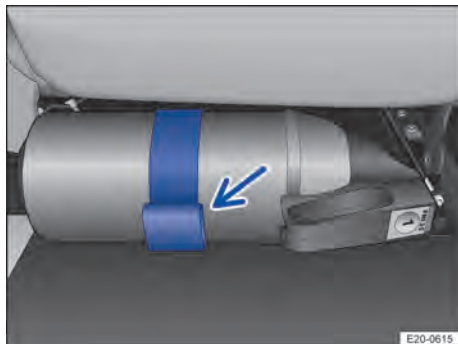

Fig. 45 Debajo del asiento del acompañante: soporte con extintor (representación esquemática).
- Abra la lengüeta del soporte y retire el extintor → Fig. 45 (flecha).